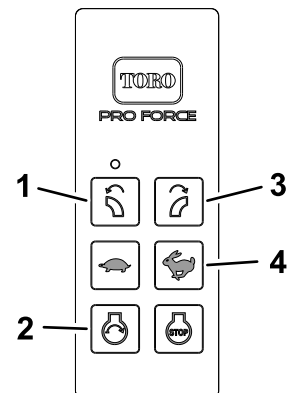

Figure 18
1. Appuyez sur le bouton DÉMARRAGE (Figure 18) sur la télécommande portable.